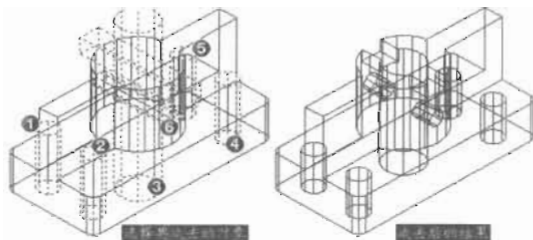

图 14-66
(3) 在命令提示行输入 Subtract 命令并回车, 用合并后的模型减去剩下的模型, 如图 14-66 所示, 命令执行过程如下。